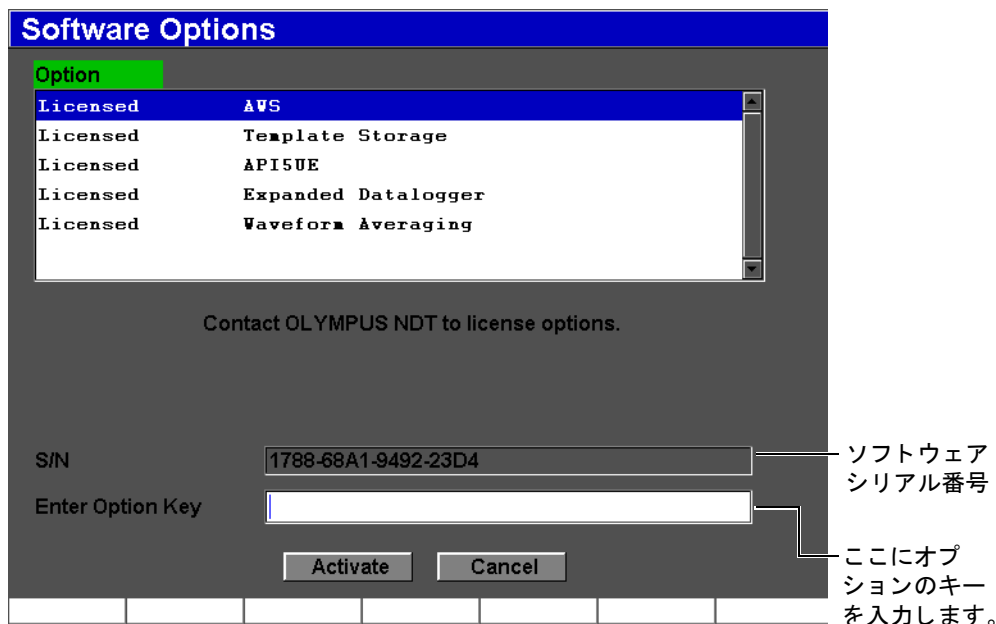

図 12-1 オプションキー入力ダイアログボックス
1. “探傷器セットアップ：Inst Setup” > “ソフトウェアオプション：Software Options” を選択し、230 ページ図 12-1 に示されている “ソフトウェアオプション：Software Options” セットアップページを開きます。
6. 仮想キーボードを使って、“オプションキーの入力：Enter Option Key” フィールドに有効化コードを入力します（230 ページ図 12-1 参照）。